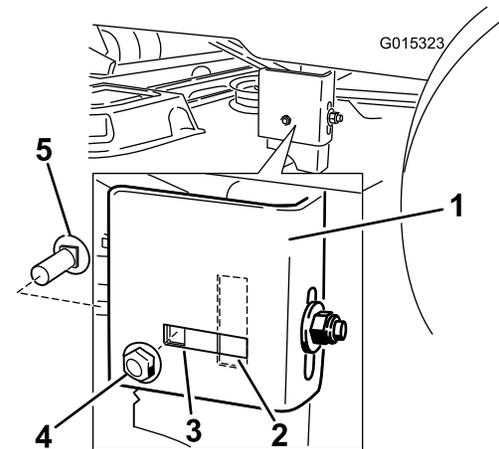

Figura 50
- Spostatevi sul lato sinistro della macchina. Rimuovete il bullone a testa tonda e i dadi di bloccaggio laterali dalla posizione fissa e installateli nella scanalatura posteriore leggermente allentati (Figura 50).